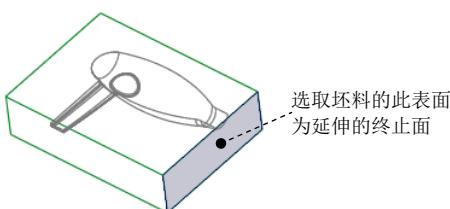

图 8.14 选取延伸的终止面
① 在操控板中按下按钮 (延伸类型为至平面)。
② 在系统 **选择曲面延伸所至的平面** 的提示下，选取图 8.14 所示的坯料的表面为延伸的终止面。